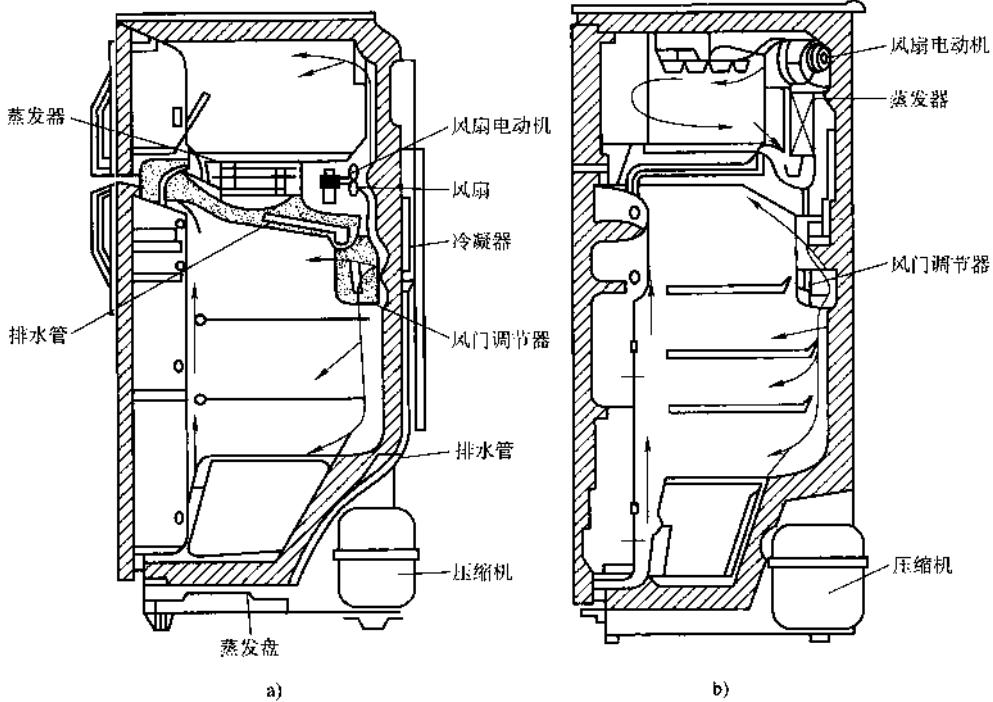

图 1-7 双门间冷式电冰箱
(2) 间冷式电冰箱 间冷式电冰箱又称无霜式电冰箱，如图 1-7 所示。